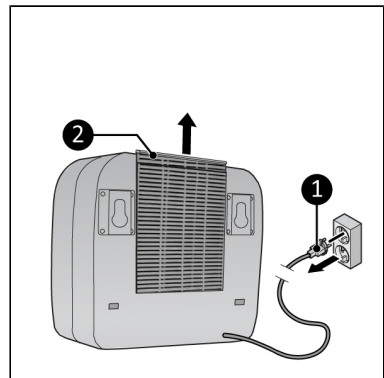

Abbildung 48.
- der Stecker aus der Steckdose (Abbildung 48, Pos. 1) gezogen ist.
2. Ziehen Sie den Rahmen nach oben (Abbildung 48, Pos. 2) und entfernen Sie den Filter.